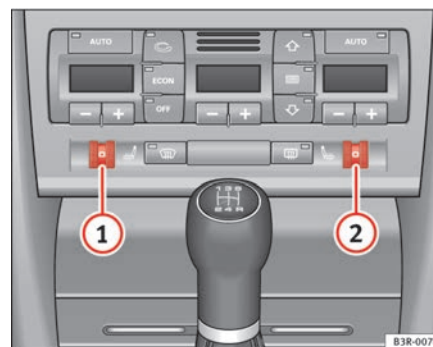

Fig. 136 Dettaglio della plancia portastrumenti: rotelle zigrinate del riscaldamento sedili
Per accendere e regolare il riscaldamento del sedile del conducente o del passeggero girare le rotelle zigrinate ① o ② ⇒ fig. 136.